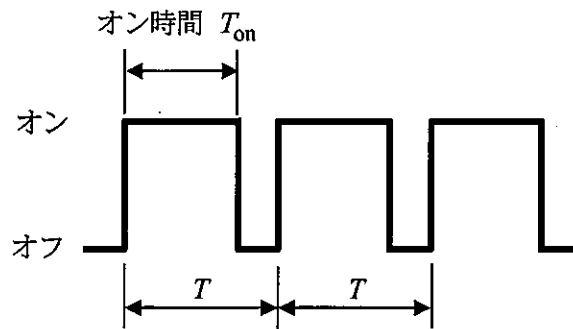

図3
(3) 調節計の出力としては、リレー出力や  出力もある。これらの出力機能は温度制御用に用いる場合が多く、ヒータに流す電流をリレーでオンオフさせることはよく行われている。温度制御では、この動作で PID 動作と同じ効果を持たせる方式を採用しており、図3において、 $T$  を 、 $T_{on}$  をリレーのオン時間とすると、 を調節計の PID 演算値に比例させる  比例出力を用いている。また、リレー出力と同じ動作であるが、 出力は、ソリッドステートリレーを駆動する出力機能である。